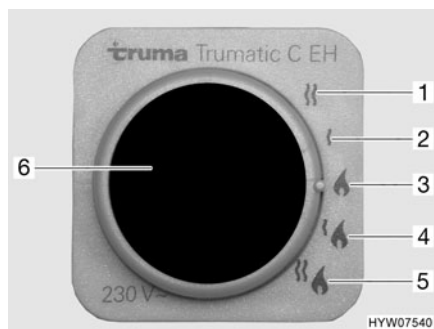

Fig. 171 Selector de energía para la calefacción/caldera
La caldera está integrada en la calefacción y funciona con gas (funcionamiento a gas) o con gas y/o energía eléctrica (funcionamiento a gas y con electricidad a 230 V). La caldera se conecta en la unidad de mando (Fig. 169) con el interruptor giratorio (Fig. 169,2). En el selector de energía (Fig. 171) se preselecciona el tipo de energía (funcionamiento a gas y con electricidad a 230 V).
- Funcionamiento a gas (Fig. 171,3)
- Funcionamiento con electricidad a 230 V con los niveles de potencia de 900 W (Fig. 171,2) ó 1800 W (Fig. 171,1)
- Funcionamiento a gas y funcionamiento con electricidad a 230 V (funcionamiento mixto) con los niveles de potencia de 900 W (Fig. 171,4) ó 1800 W (Fig. 171,5)
Si se ha seleccionado el funcionamiento con electricidad a 230 V, se enciende la luz de control amarilla (Fig. 171,6).